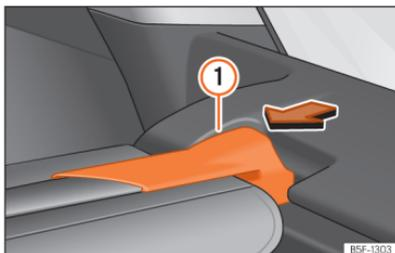

Abb. 179 Im Kofferraum: Abdeckung ausbauen.
- Drücken Sie die Aufhängung der Abdeckung »» [Abb. 179] ① in Pfeilrichtung.
- Lassen Sie die Aufhängung der Abdeckung »» [Abb. 179] ① auf der anderen Seite in der Aufnahme einrasten.